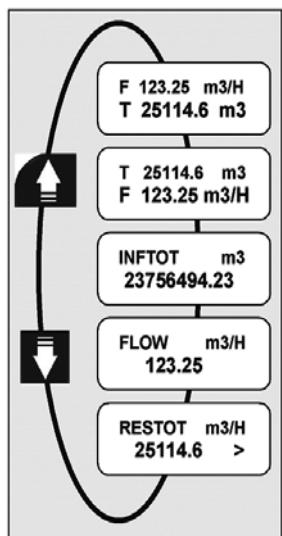

Figure 12 – Niveau d'affichage
3. Pour sélectionner la donnée à afficher, appuyer sur les flèches dirigées VERS LE HAUT ou VERS LE BAS (Figure 12).